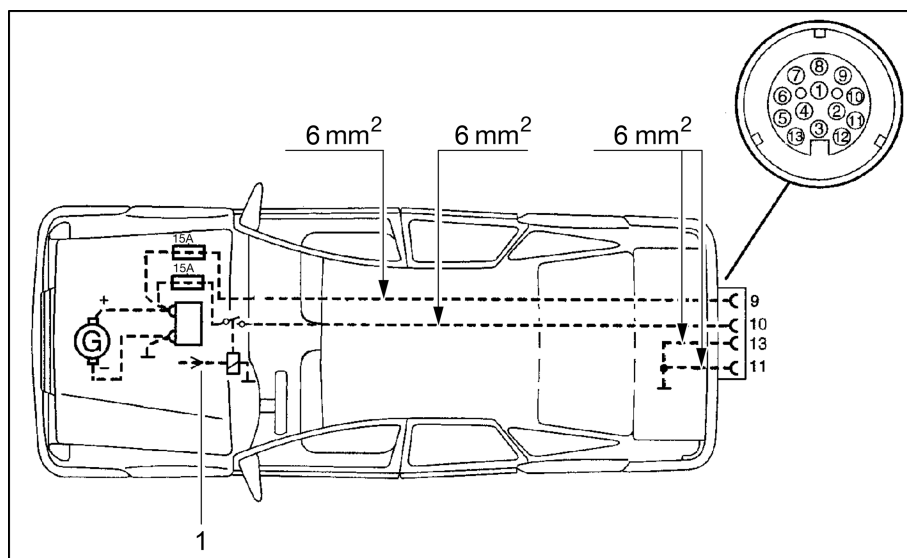

Fig. 99 Schema di installazione per veicolo trainante
- ▷ Attrezzare la motrice con le sezioni di cavo relative e con un relais per l'alimentazione elettrica (comandata tramite accensione) (vedi Fig. 99).